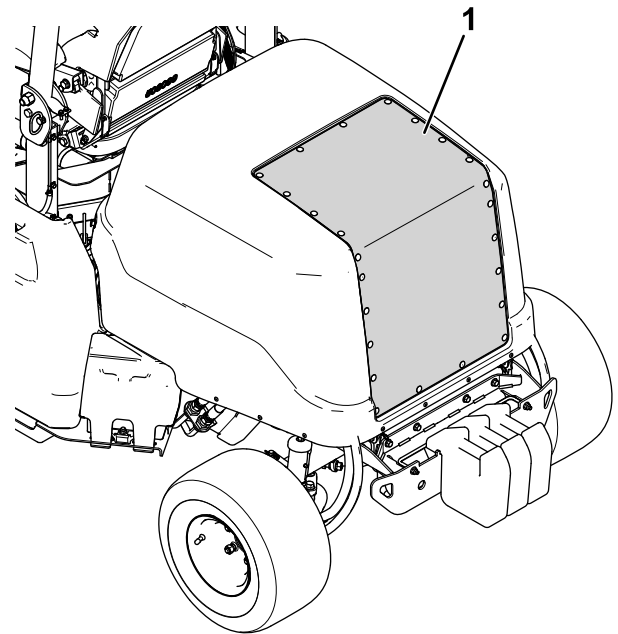

Figure 71
2. Nettoyez la grille du capot à l'air comprimé (voir Figure 71). Dirigez l'air de l'intérieur vers l'extérieur de la machine.